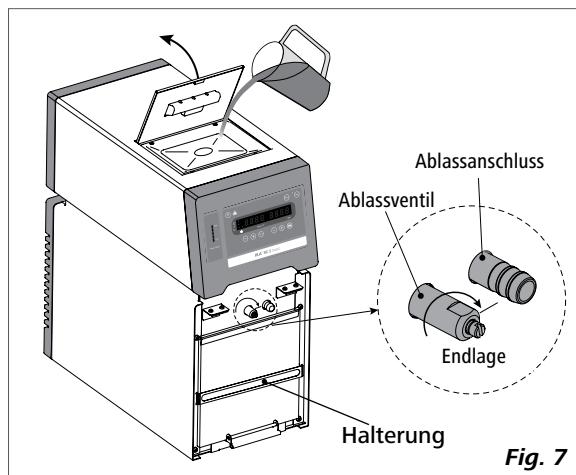

Fig. 7
- Sicherstellen, dass das Ablassventil geschlossen ist (Endlage im Uhrzeigersinn, siehe Fig. 7).